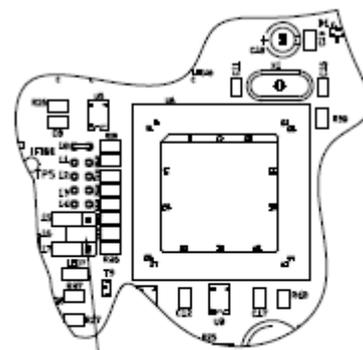

Рисунок 17: расположение джампера - Блокировка передней панели
3. Установите джампер на два (2) вывода в точке 16 на основной плате ПК (см. Рисунок 17).